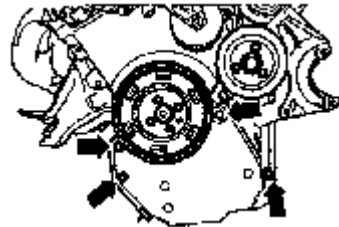

图 2-99 拆卸扭矩反应器支座
(4) 从支架（左侧）上拧下纵向支撑的紧固螺栓。从发动机上拧下扭矩反应器的支座紧固螺栓，如图 2-99 箭头所示。